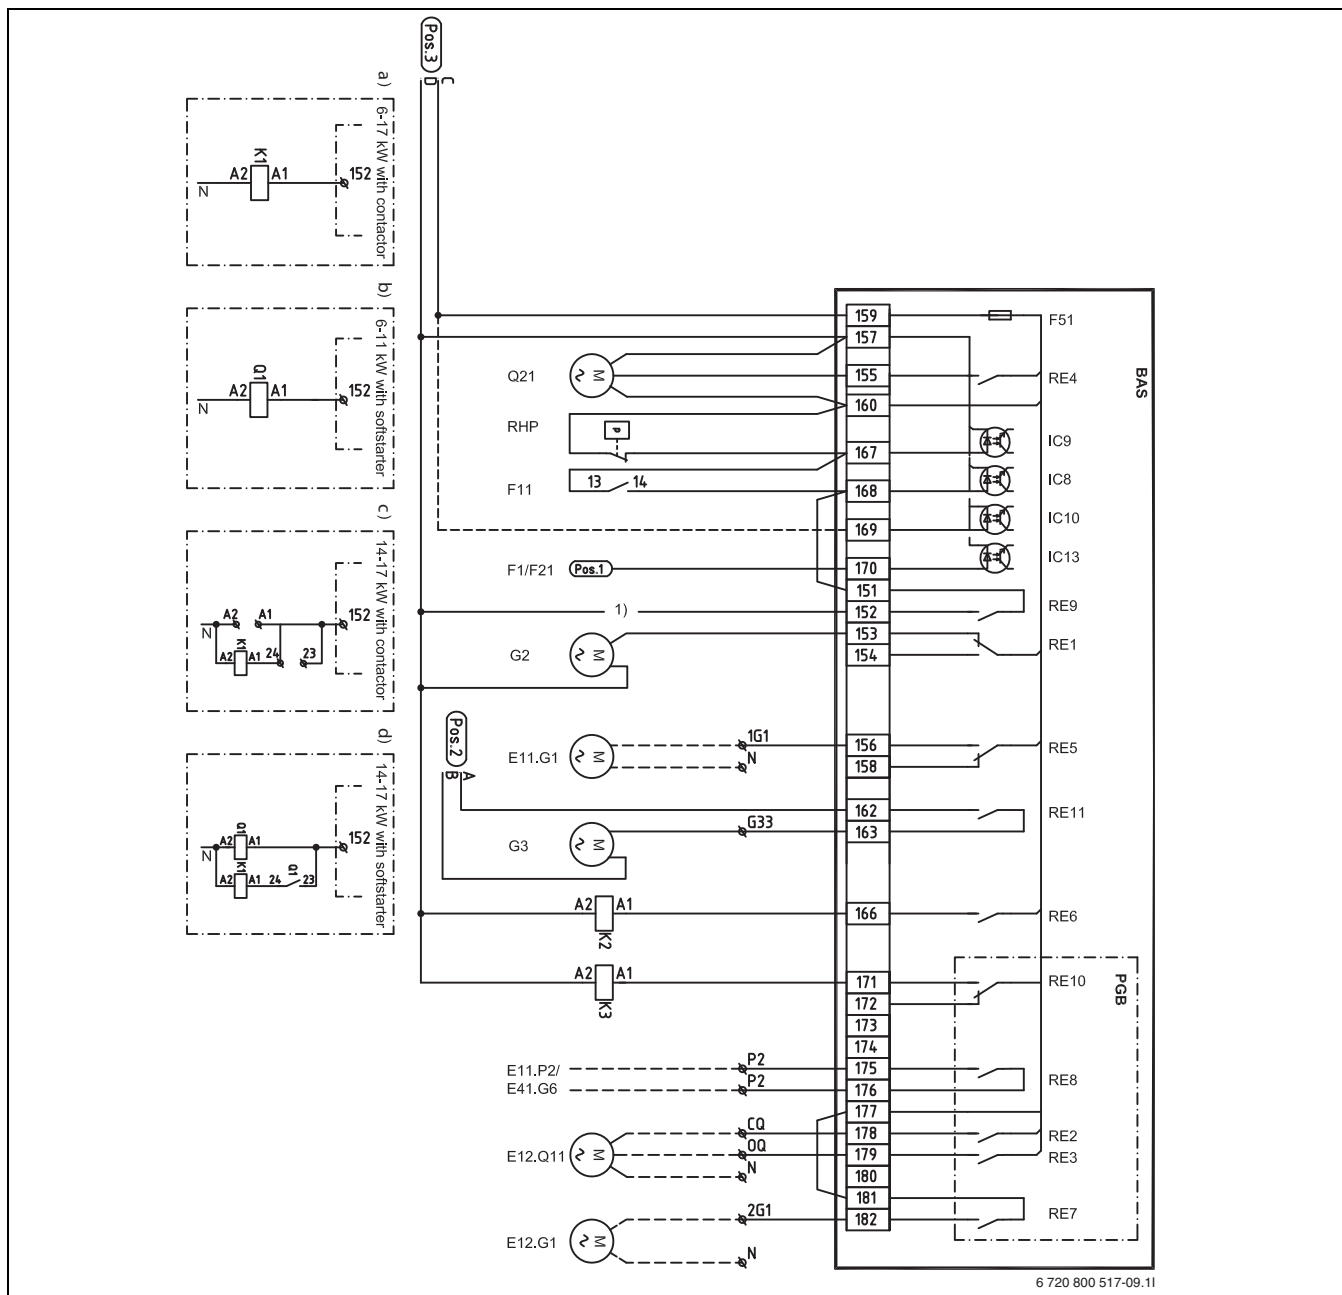

Fig. 42 Komplet strømndiagram, tilslutninger (230 V)
Kontrollér tilkoblingen iht. strømskema (→ fig. 41) (→ fig. 42).
- ▶ Kontrollér, at strømkablerne er monteret i følgende rækkefølge: L1 sort, L2 brun, L3 grå (→ fig. 41) (→ fig. 42).
- ▶ Kontrollér tilkoblingen iht. strømskema (→ fig. 42).